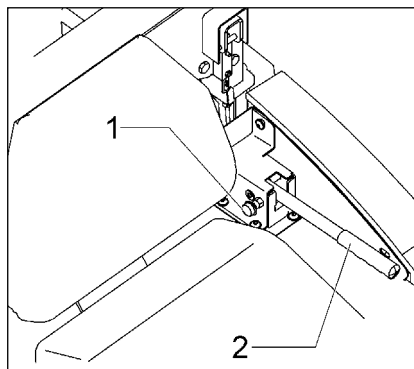

Abb.11
- Am Entriegelungshebel (Abb.11/2) den Sicherungsknopf (Abb.11/1) herausziehen.
- Mit dem Entriegelungshebel (Abb.11/2) den Kehrgutbehälter zum Schwenken freigeben.